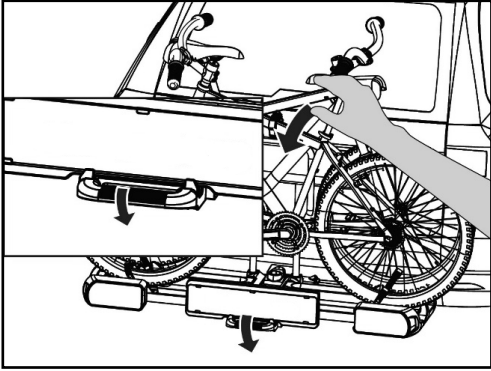

Bild 27: Abklappen des Fahrradträgers
- Halten Sie den Träger beim Herunterklappen am Fahrrad fest. Lösen Sie mit dem Fuß die Verriegelung und kippen Sie dann den Träger, mit der Hand geführt, nach unten (Bild 27).